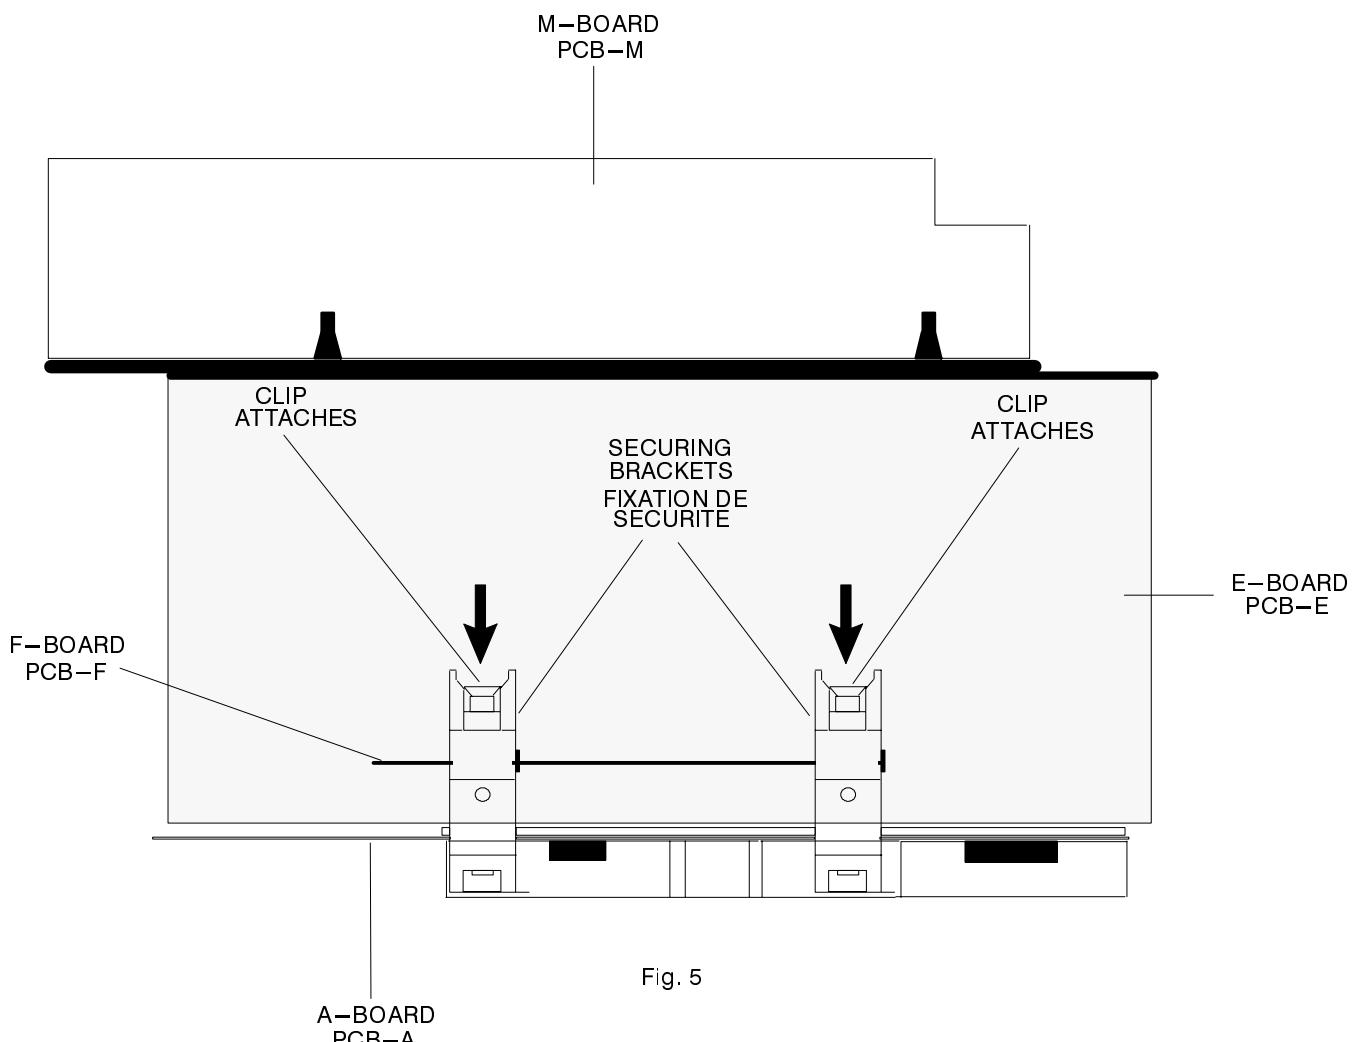

Fig. 5
2. Release the A and F boards securing brackets by pushing 1. the clips in the direction shown in Fig.5, and remove the 2. A - board by gently lifting vertically.
2. Retirer les fixations de sécurité des PCB-A et F en poussant les attaches dans la direction indiquée Fig.5, retirer la PCB-A en la tirant doucement verticalement.